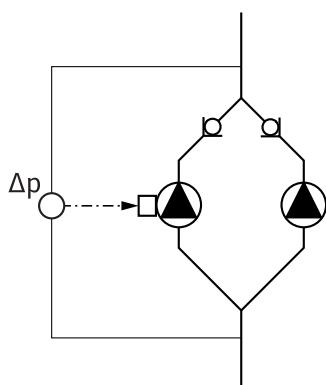

Fig. 13: Eksempel, tilslutning differensstryktransmitter
- I eksemplet på fig. 13 er masterpumpen venstre pumpe i flowretning. Tilslut differensstryktransmitteren ved denne pumpe.
Differensstryktransmitterens målepunkter på masterpumpen skal være i det tilhørende samlerør på dobbeltpumpeanlæggets suge- og trykside (fig.13).